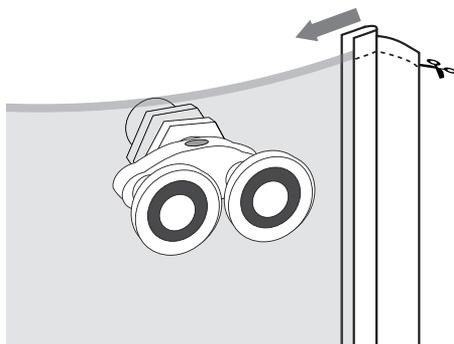

Рис. 55. Установка уплотнителя стекла двери
20. Установите уплотнители дверей (рисунок 55).
Поставьте стекло двери выпуклой стороной к себе и установите уплотнитель гребешком на себя, а затем обрежьте его по длине стекла. См. рисунок 55. Внимание! Установка уплотнителя осуществляется не в кабине.